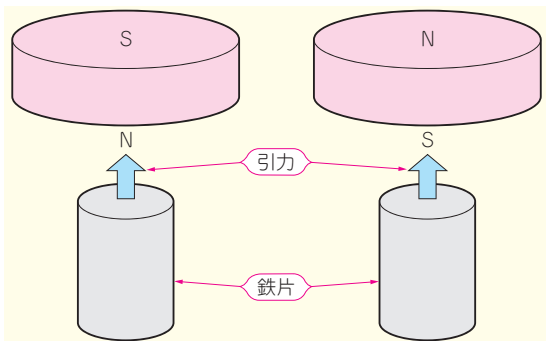

図2 永久磁石と鉄片の間に働く力
一方が鉄片のときには、図2のように永久磁石の向きにかかわらず引力になります。
- (3) 図2の永久磁石を巻き線に置き換えると、巻き線と鉄片の組み合わせで引力を発生できます。